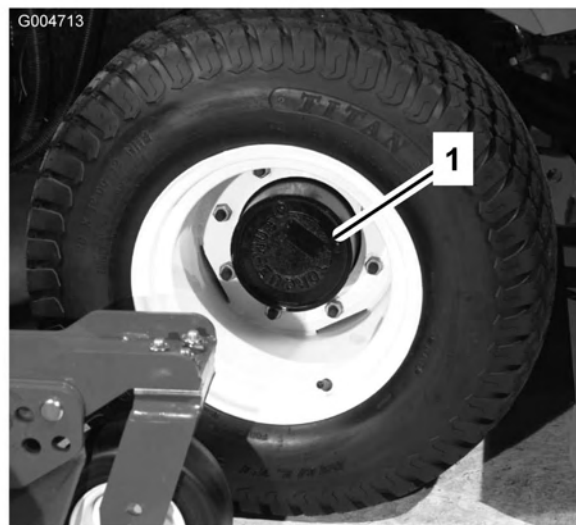

Figura 57
1. Coloque a máquina numa superfície nivelada e posicione a roda de forma a colocar o tampão (Figura 57) de verificação/escoamento na sua posição mais baixa.